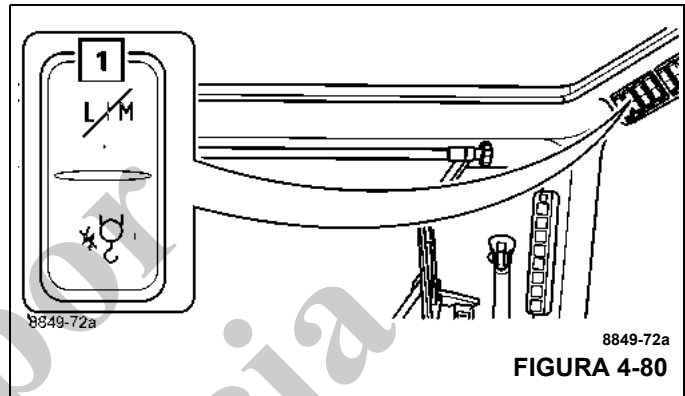

FIGURA 4-80
- Pulse el botón (1, Figura 4-80) hacia arriba y manténgalo pulsado.